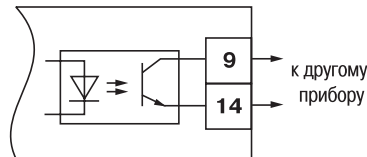

Рис. 24
3.1.8.4. Второй канал прибора имеет дублирующий выход – транзисторную оптопару для управления другими подобными приборами (например, такими же таймерами, счетчиками и т.д.) (рис. 24).